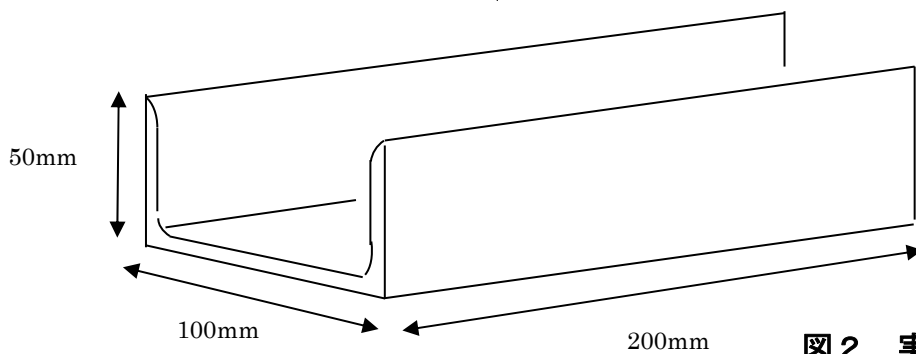

図 2 実技材台の形状
(6) 溶接による変形は、逆ひずみ法によって防ぐものとする。
(7) エンドタブは使用禁止とする。又、捨て金を使用して連続溶接を行ってはならない。
(8) 実技作業材台は、主催者が準備したものを使用すること（3の図2を参照）。
(9) 練習材は、作業台に準備されている実技作業材台を使用し、練習を行ってもよい。
(10) 溶接は、タック溶接（仮付）部を除いて片面溶接とし、裏面から溶接をしてはならない。
(11) 溶接方向は、左進、右進又はそれらの混用のいずれでもよい。ただし、1パス中の混用は認めない。
- (12) 溶接層数及びパス数は自由とする。
- (13) 溶接中及び溶接後において、変形の矯正は禁止する。
- (14) たがねは、スラグやスパッタを取るために使用するのはいいが、溶接金属をはつき取る目的で使用してはならない。